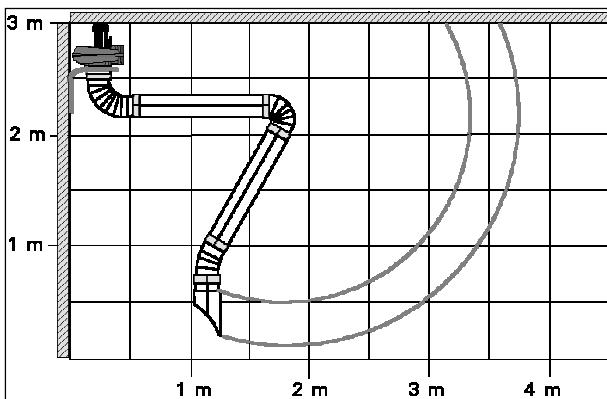

Fig. 1.01
- Voir fig. 1.01; ventilateur monté standard